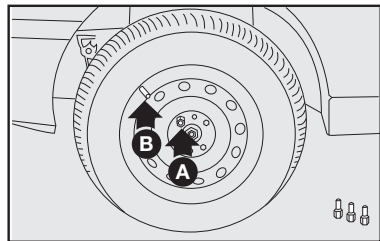

fig. 6
7) atarraxar apenas um dos parafusos **A-fig. 6**, em correspondência com a válvula de enchimento **B-fig. 6**;